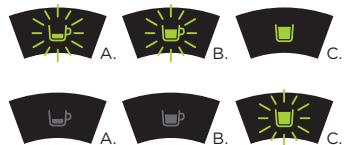

Fig. 19: Programmation du bouton d'extraction de thé.
- Vous devrez ensuite appuyer sur le bouton d'extraction de thé jusqu'à ce que les voyants lumineux des boutons d'extraction de café expresso et de café long clignotent. Appuyez de nouveau sur le bouton d'extraction de thé (voir **Fig. 19**). Les voyants lumineux des boutons d'extraction de café expresso et de café long s'éteignent.